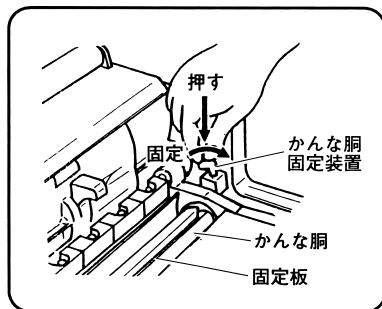

図 45
- (2) かな胴固定装置のレバーを指先で押し右（図中固定側）にまわしてかな胴を固定します。（図 45）